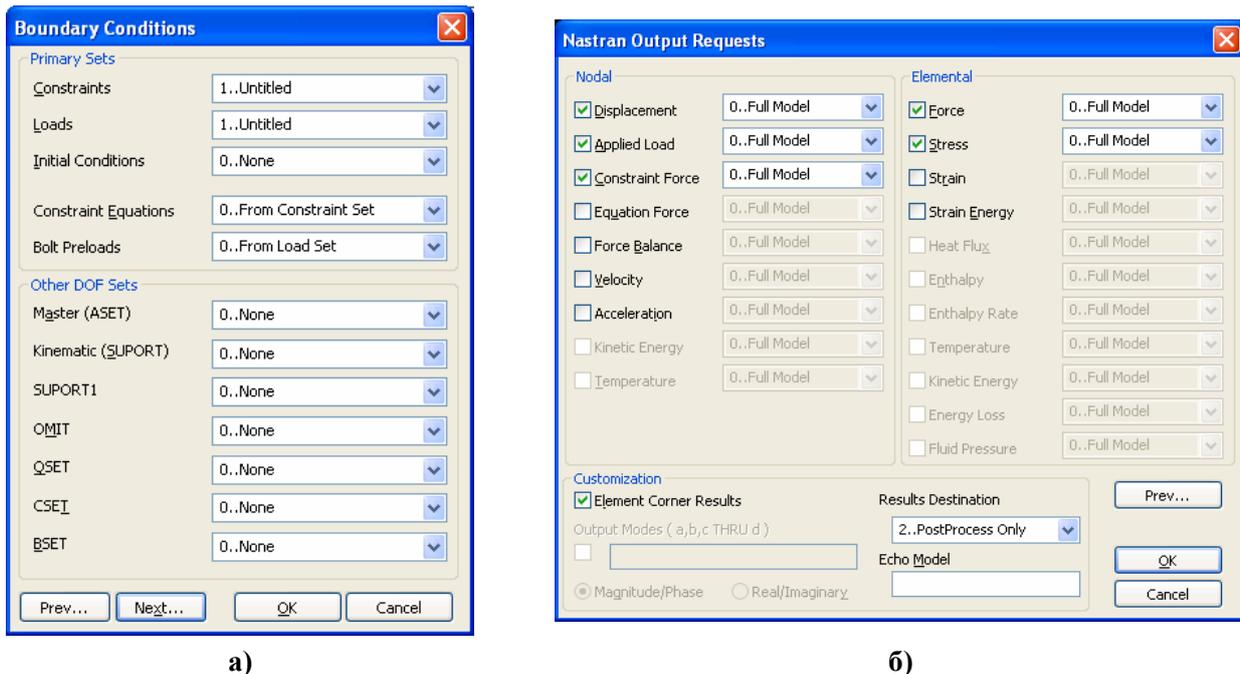

Рис.4.19. Диалоговые панели назначения наборов: а) – граничных условий; б) – результатов
- „**RESVEC**”. По умолчанию **RESVEC=NO**. Если опцию иницировать (**RESVEC=On**), то в файл \*.f06 будет выведена диагностика для нагрузок, которые были подключены в секции „**Nodal**” для „**Applied Load**” на панели „**NASTRAN Output Requests**” (см. рис.4.19-б), а также для инерционных или единичных сил (динамический анализ). Эти данные могут значительно улучшить результаты модального динамического анализа отклика (modal dynamic response analysis). Если тело – не закреплено, то для получения этих данных (**Applied Load**) необходимо подключить набор „**SUPPORT**” (см. табл.4.5 и Раздел 4.2.10);
Подраздел „**Boundary Conditions**” (граничные условия) раздела „**Master Requests and Conditions**” настраивается с помощью диалоговой панели „**Boundary Conditions**” (см. рис.4.19-а). На ней в секции „**Primary**
- „**ASET**” (от **Analysis Set**) – для списка базовых степеней свободы из множества „**A**”, на основе которых по методу Гайана будет строиться решение в виде разложения по этим степеням. В этот список не должны входить степени свободы из списка, что подключается к задаче на диалоговой панели рис.4.19-а. Все свободные степени свободы, не включаемые в „**A**”, считаются членами множества „**O**” (см. табл.4.5);
Последняя диалоговая панель – „**Nastran Output Requests**” (см. рис.4.19-б). На ней указываются наборы для результатов анализа, который нужно создать для узлов (**Nodal**) и элементов (**Elemental**). Здесь можно указать „**0..Full Model**” (полная модель) или выбрать заранее созданную группу (узлов или КЭ). В секции „**Customization**” опцией „**Element Corner Result**” можно указать, что результаты расчета нужно выводить только в узлах КЭС. Для частотного анализа можно установить опцию „**Output Modes (a,b,c THRU d)**” и указать нужные моды по указанному шаблону, а также изменить вариант вывода результатов: „**Magnitude/Phase**” (амплитуда/фаза) или „**Real/Imaginary**” (действительная/мнимая). В списке „**Results Destination**” можно выбрать вариант вывода данных (**0..Default**, **1..Print Only** (только в файл \*.f06), **2..PostProcess Only** (только в файл \*.op2), **3..Print and PostProcess**, **4..Punch Only** (только в файл \*.pch), **5..Punch and PostProcess**, **6..XDB** (только в файл \*.xdb)). Когда активно поле „**Echo Model**”, можно указать вариант модели.